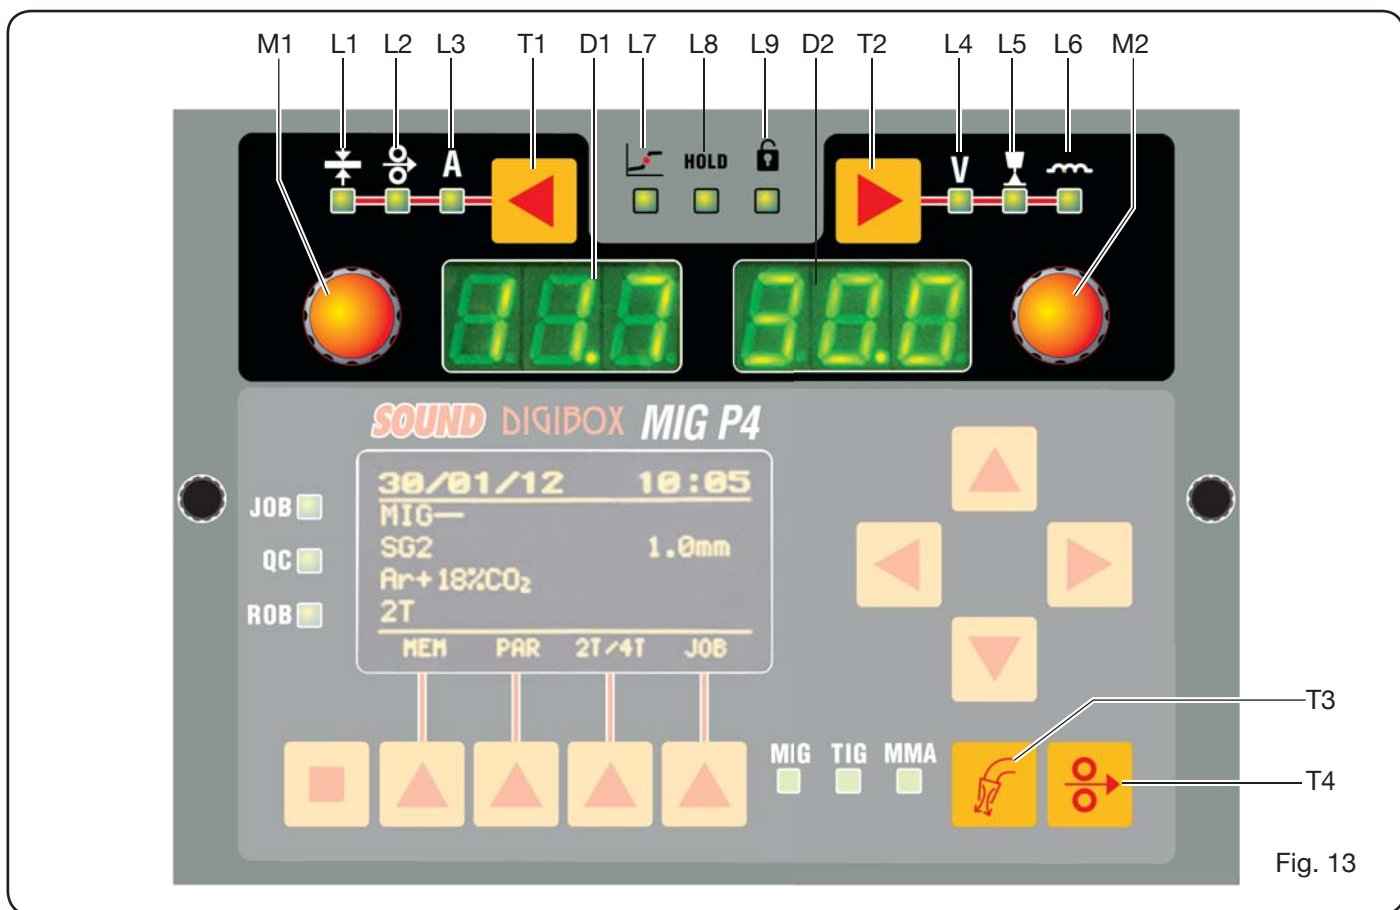
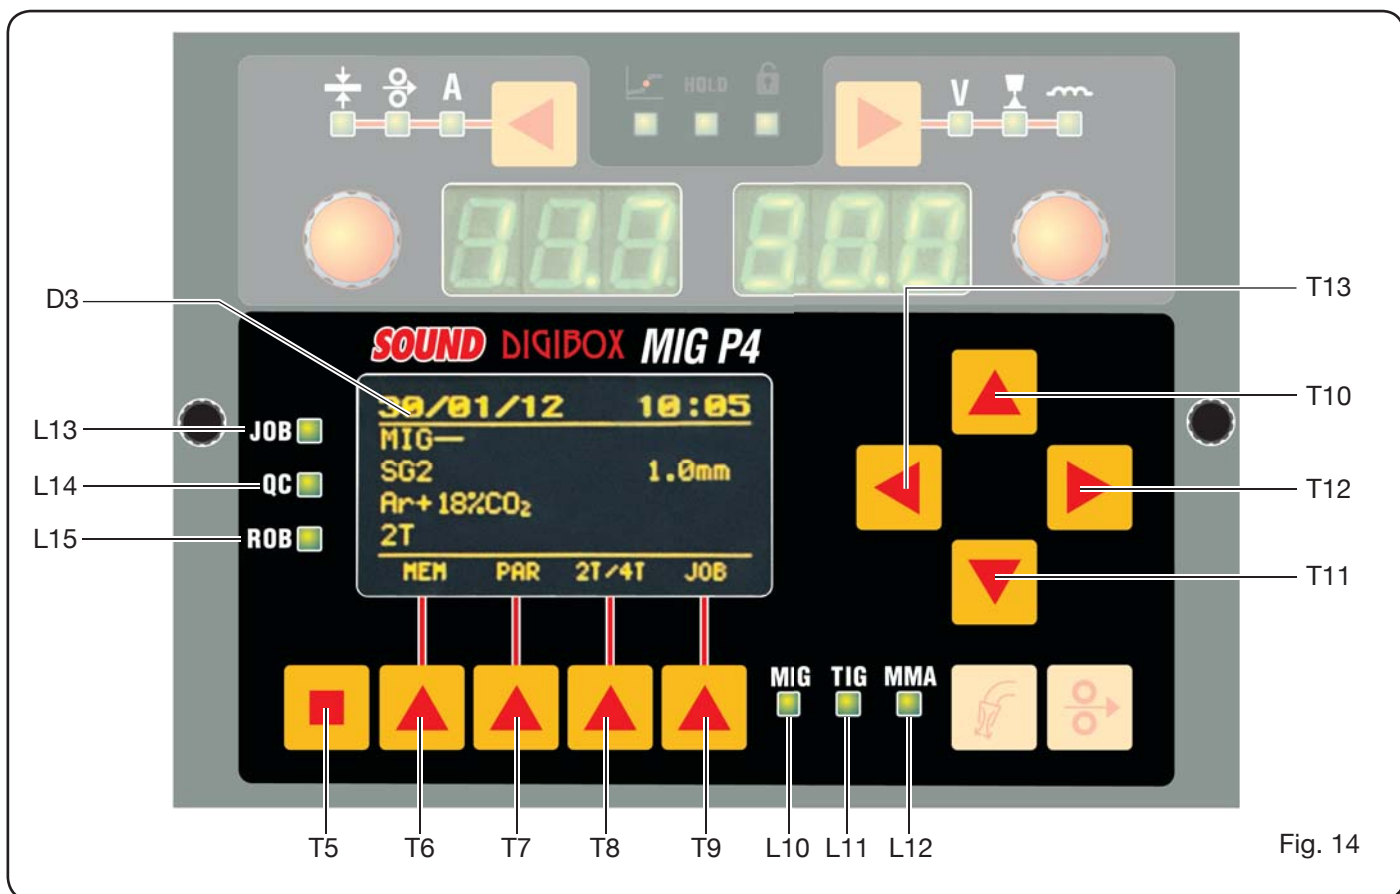

Fig. 13
Fig. 14
Il pannello comandi è composto da una zona **controllo** (Fig. 13) e da una zona **impostazioni** (Fig. 14).
6.1 PANNELLO DI CONTROLLO (FIG. 13).
6.2 PANNELLO IMPOSTAZIONI (FIG. 14).